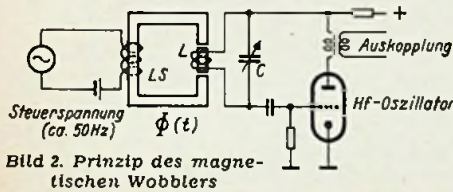

Bild 2. Prinzip des magnetischen Wobblers
1. Der magnetische Typ. Bild 2 zeigt den grundsätzlichen Aufbau. Die Spule L eines HF-Oszillators, die auf einen Hf-Eisenkern oder Ferroxcube-Kern gewickelt ist, liegt im Feld eines Elektromagneten, dessen Kraftfluß durch einen Wechselstrom niedriger Frequenz gesteuert wird. Im Rhythmus des Kraftflusses ändert sich die Permeabilität μ des Hf-Kernes und damit die Selbstinduktion und mit ihr die Frequenz des HF-Oszillators. Mit Hilfe des Drehkondensators kann die Mittelfrequenz geändert werden. Man ersieht, daß es recht schwierig sein wird, eine frequenzlineare Wobbelung zu erreichen. Legt man an die Steuerspule LS z. B. eine sägezahnförmige